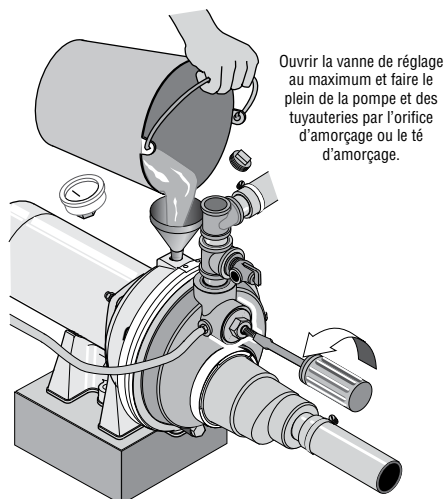

Figure 21 : Ouvrir la vanne de réglage
1. Ouvrir au maximum la vanne de réglage (voir la Figure 21), déposer le bouchon d'amorçage de la pompe, puis faire le plein de la pompe, de toutes les tuyauteries entre la pompe et le puits et s'assurer que toutes les tuyauteries du puits sont pleines d'eau. Si un té d'amorçage a été posé sur le tuyau d'aspiration, déposer le bouchon du té et faire le plein de la tuyauterie d'aspiration.